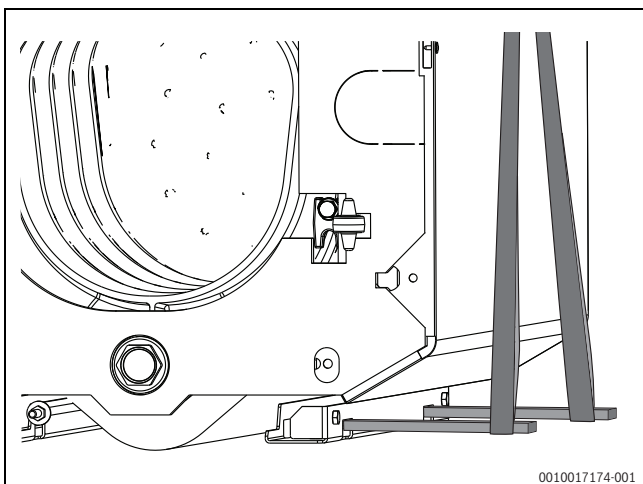

Bild 13 Anheben mittels Vierkantrohr und Krangeschirr (60 kW)
- ▶ Vierkantrohre (15x15 mm) durch die Bodenschiene führen und mit Krangeschirr (Rundschlingen) anheben (→ Bild 13)